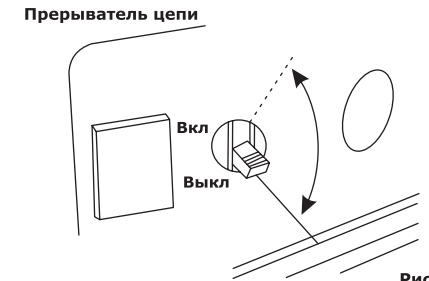

Рис. 15
- Дайте двигателю поработать в течение 3-5 минут, чтобы прогреть его. По мере прогрева двигателя постепенно передвиньте рычаг воздушной заслонки в положение «Открыто». Подсоедините потребители к розеткам генератора. Если генератор должен питать два или более устройства, следует включать их поодиночке, в первую очередь - с более высоким пусковым током. Переведите прерыватель цепи в положение «ВКЛ» (рис. 15).